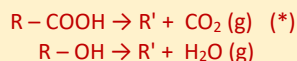

Figura 1. Probetas con corazón negro en una pasta de gres para pavimento.
El **contenido máximo de materia orgánica** presente en una arcilla para cerámica depende de la duración y el tipo de ciclo de cocción, del tamaño, forma y porosidad de los productos que se van a cocer, de la composición y propiedades de la pasta empleada y de la atmósfera del horno. En un proceso muy exigente, como es la fabricación de baldosas cerámicas mediante ciclos de cocción muy rápidos (menos de una hora) el contenido en materia orgánica no debe superar el 0,3 % en peso (1) para evitar el defecto conocido como “**corazón negro**” (figura 1). Puedes ampliar un poco los conocimientos sobre el “corazón negro” en la sección “¿quieres saber más?”.